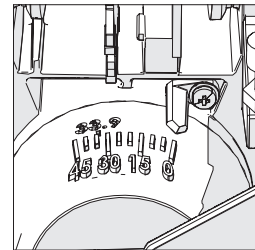

Abb. 8
- Stellen Sie sicher, dass der Schneidkopf aufrecht gegen seinen Anschlag steht und dass der Schrägzeiger 0° auf der Skala anzeigt. (Abb. 8)